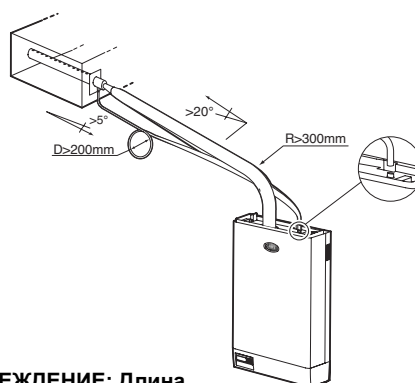

Рис. 8.6.3
2. Для коротких расстояний (менее 2 м) сгиб радиусом не менее 300 мм, далее подъем вверх под углом не менее 20° (см. Рис. 8.6.3).
Если позволяет расстояние до распределителя, трубку можно подсоединить к патрубку С (входит в комплект поставки), который привинчивается сверху увлажнителя для слива конденсата обратно в паровой цилиндр (см. Рис.8.6.3).